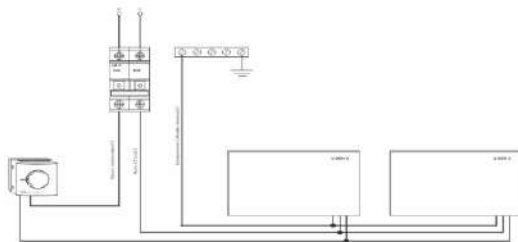

Abb. 1. Schema der Parallelschaltung von Paneelen
7.1.8 Verbinden Sie die Anschlussdrähte mit dem Thermostat. Der Schaltplan ist in **Abb. 1** dargestellt.
7.5.4 Verbinden Sie die Anschlussdrähte mit dem Thermostat. Der Schaltplan ist in **Abb. 1**.